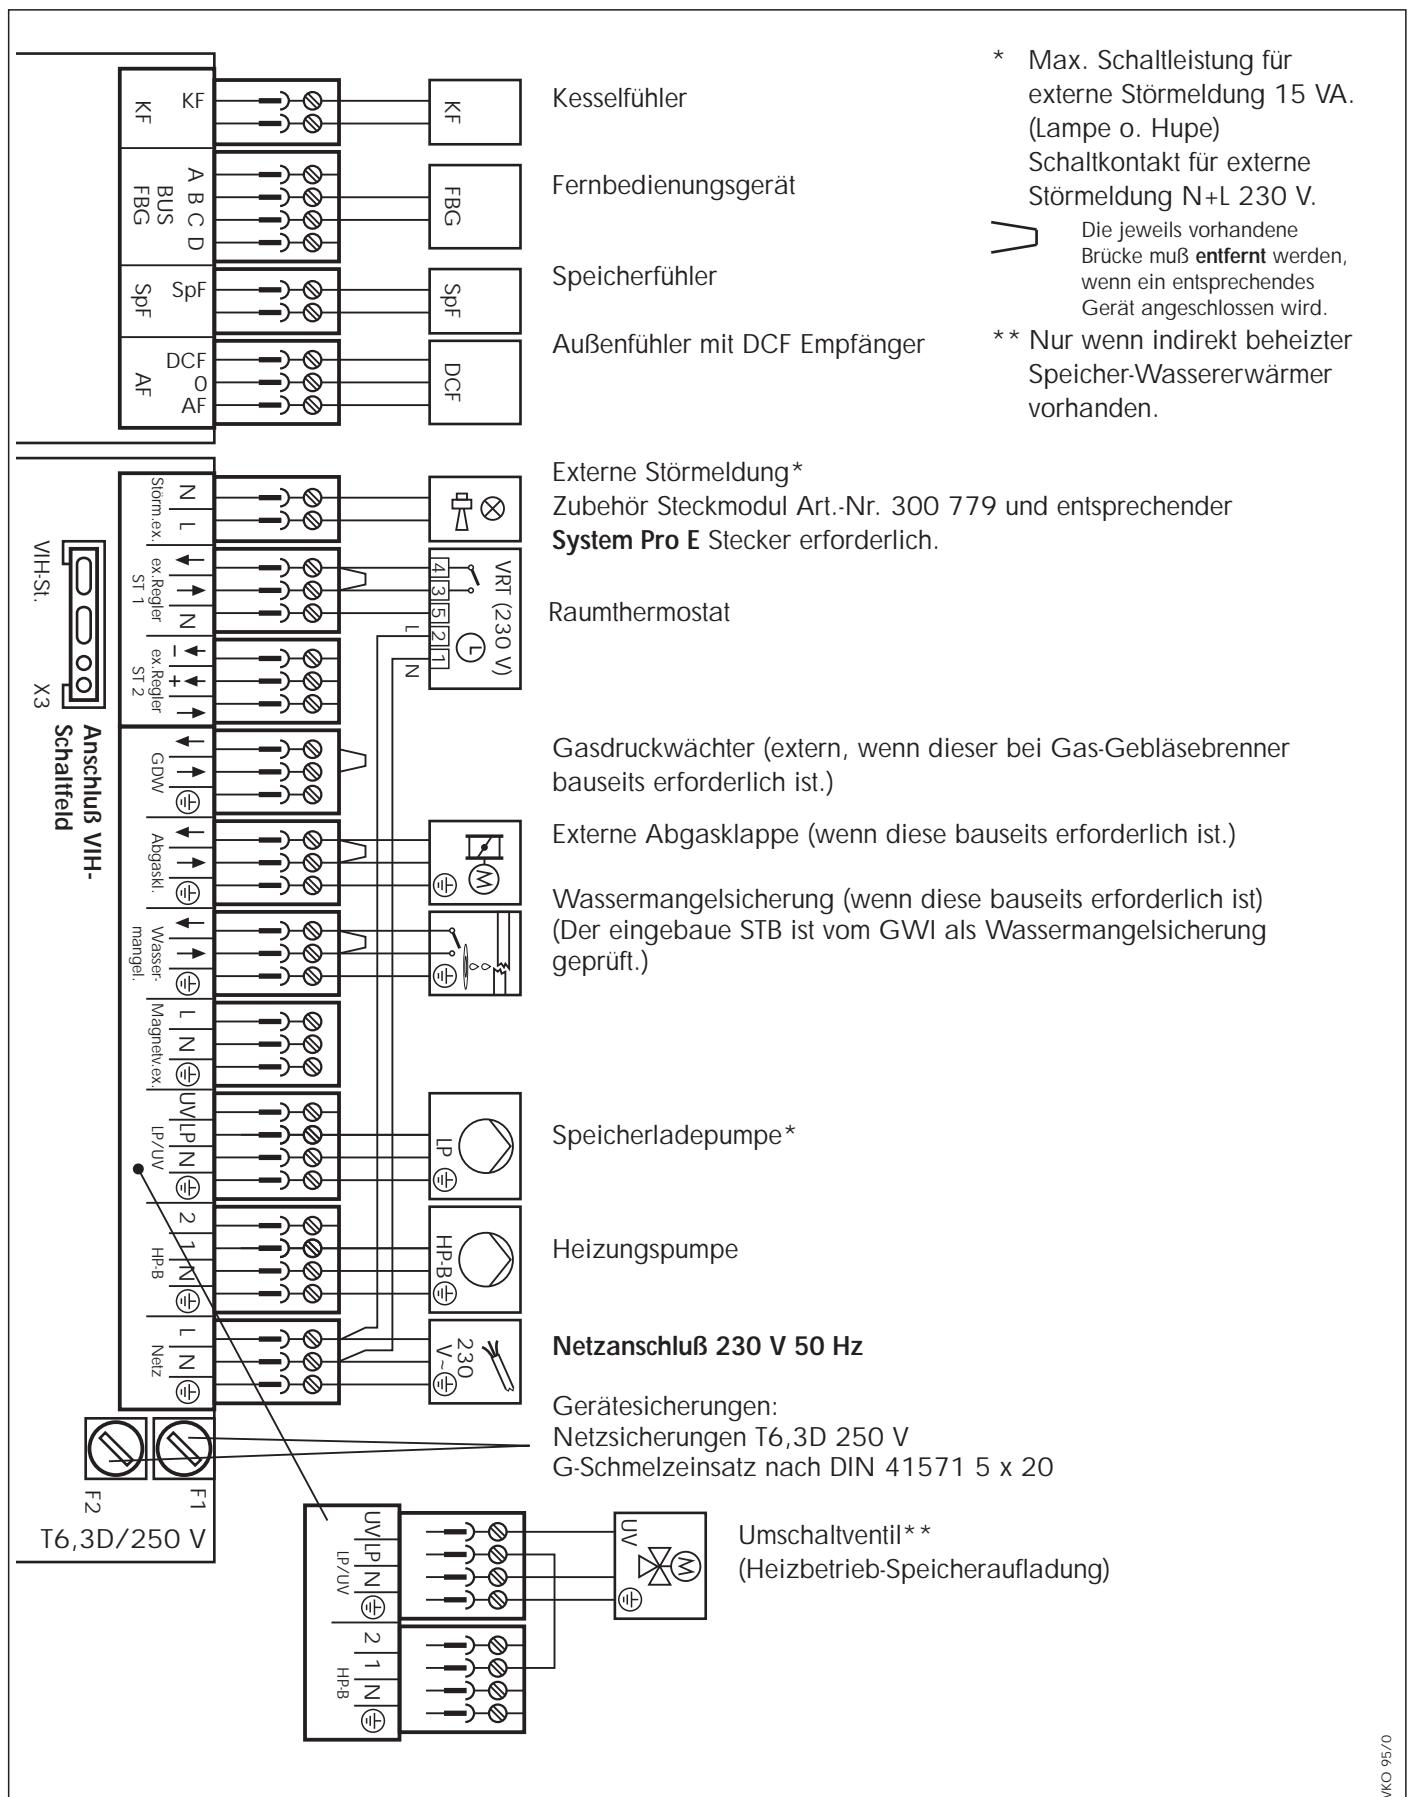

Abbildung 5.1 Elektro-Anschlüsse VKO...
■ Siehe Abb. 5.1 Seite 75.
- 6-poligen Anschlußstecker (2) von der VIH-Funktionsschaltleiste in die VIH-Steckbuchse (1) auf der Leiterplatte im Schaltkasten des Kessels einstecken.
- ⇒ Siehe Abb. 5.1 Seite 75.
- Schutzleiter (3) an eine freie Schutzleiter-Klemme der **System Pro-E** Stecker anklemmen.